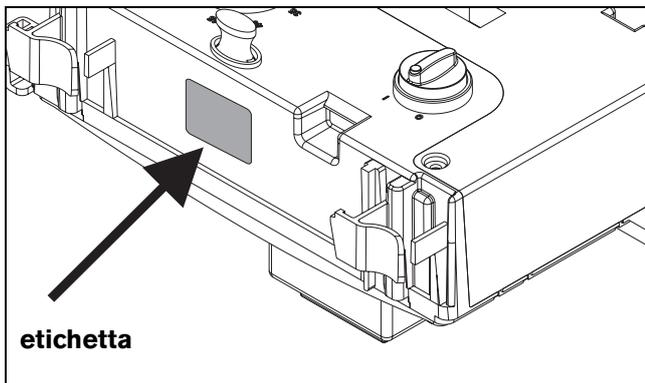

Fig. 6
3.1 Trasformazione gas per apparecchi con l'etichetta riportante il cod. HTAF 3 xxx presso il quadro comandi (→Fig. 6)